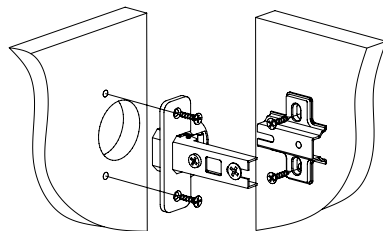

Рис.3
2. Пенал может использоваться без дверей, с одной дверцей или с двумя дверцами. С помощью шурупов 3,5x16 установите петли накладные с евровинтом на детали 1 комплекта фасадов МДМ-134. Ответные планки петель установите на детали 3 или 4 в зависимости от необходимой стороны открытия дверцы. В случае использования пенала без дверей петли и их ответные планки не устанавливаются (Рис. 3).